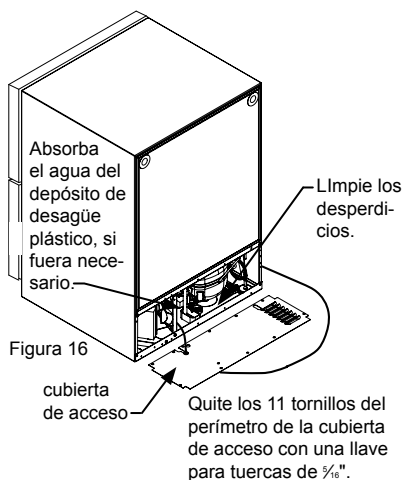

Figura 16
10. Quite la cubierta de acceso posterior (vea la Figura 16) y limpie la suciedad y desperdicios del compartimiento de la máquina mediante un cepillo y una aspiradora.